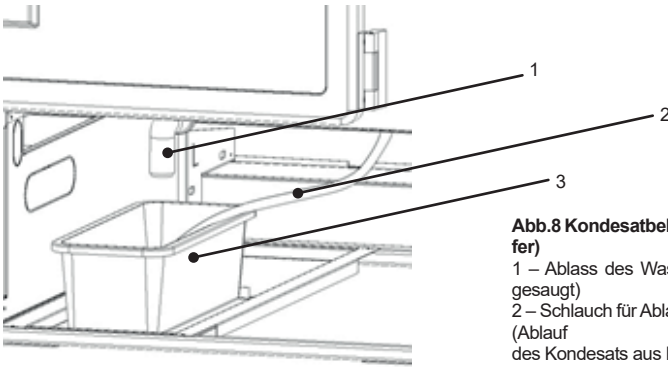

Abb.8 Kondensatbehälter (ohne Rotationsverdampfer)
9. Den Kondensatbehälter auf der Grundlage der Anlage unter dem Siphon gemäss Abb.8/3 (S.33) oder Abb.9/3 (S.33) stellen
Es ist empfohlen, einmal pro Monat soll der Betrieb der Anlage unterbrochen werden um das Innere der Anlage zu reinigen, natürlicher Reifbeschlag des Verdampfers, den Kondensator zu reinigen und die Türdichtungen zu prüfen. Ist die Anlage nicht mit dem automatischen Abdampfen des Kondesats nicht ausgestattet, soll das Kondesat vom Behälter entfernt werden, falls er befüllt wird. Abb.8 (S.33). Die Anzahl (Häufigkeit) dieser Verfahren hängt von der Betriebsbedingungen der Anlagen (u.a. Luftfeuchtigkeit, wie oft die Türen geöffnet werden, Menge und Temperature der einzulegenden Waren) ab.